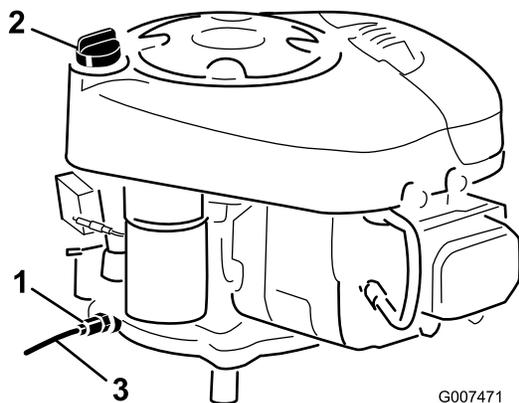

Figure 22
9. Branchez le tube de vidange au robinet de vidange d'huile (Figure 22).
11. Ouvrez le robinet de vidange d'huile (Figure 22).